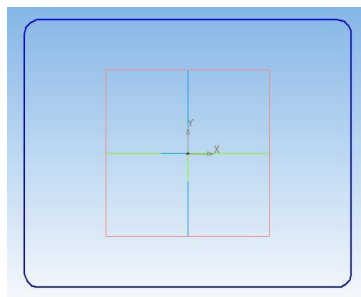

Рис.2. Выполнение построения
5. Выберите кнопку **Скругление**  и установите радиус скругления 4,0 мм (рис. 2).